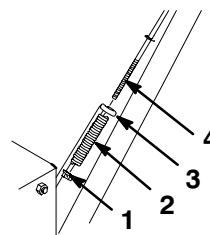

Figure 7
3. Tenez les mancherons en position de montage et insérez la tige de traction dans la boucle de la tige de traction inférieure (Fig. 7).
1. Glissez le ressort sur le bas de la tige de commande de traction (Fig. 7).
2. Vissez un contre-écrou à embase (embase vers le haut) sur le bas de la tige de commande de traction, sous le ressort (Fig. 7).